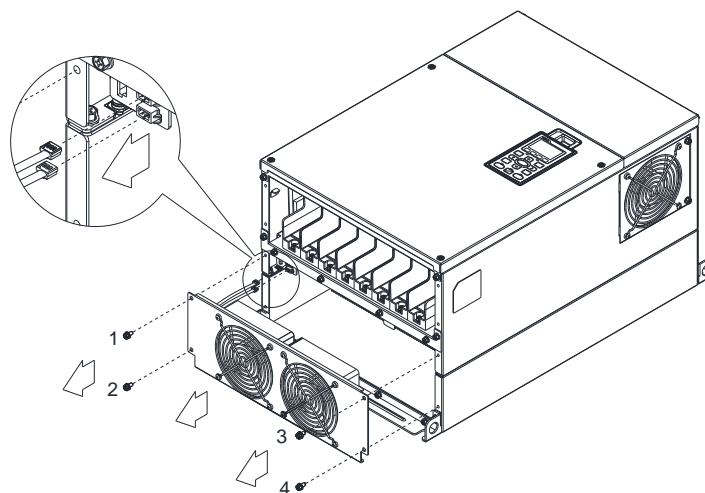

Рис. 1
1. Выкрутите винты 1–4 (Рис. 1), отсоедините кабель питания и снимите вентиляторы. Момент затяжки: 24–26 кг-см / [20.8–22.6 ф-дм] / [2.4–2.5 Нм]